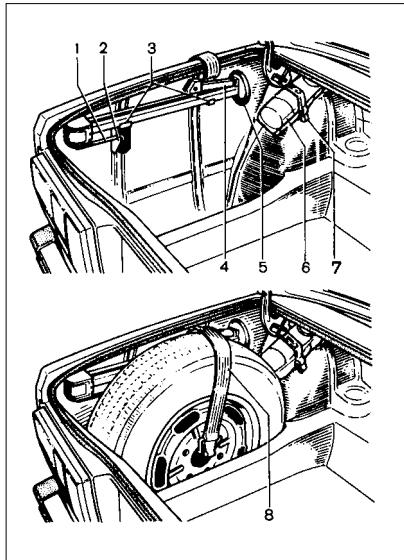

Рис. 42. Укладка и крепление домкрата, сумки с инструментом и запасного колеса
- несущий рычаг 4 (рис. 42) домкрата уложите вдоль рейки и уприте в основание 5 вращением рукоятки;